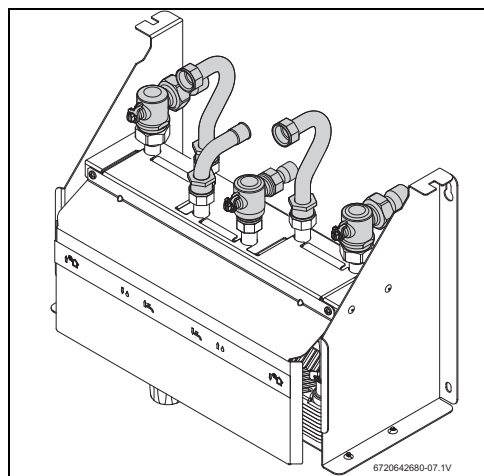

Fig. 7 Ligações de água (modelo com válvula misturadora termostática)
- Efectuar as ligações conforme as Figs. 7 e 8.